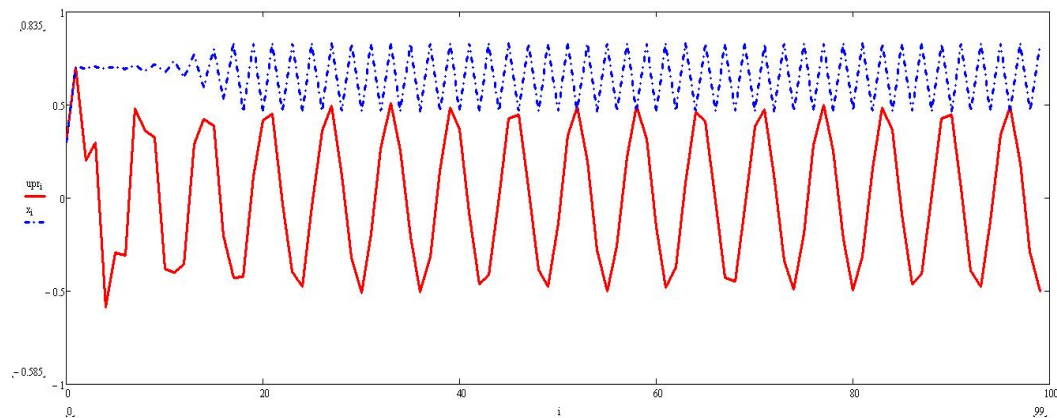

Рисунок 5.7. Сравнительное моделирование управляемого (красное начертание) / неуправляемого объекта (синее начертание) (5.1) с исходными данными вида:
3) Выводится закон управления из (5.3) с учетом (5.2) и уравнения (5.1) (рисунок 5.7):